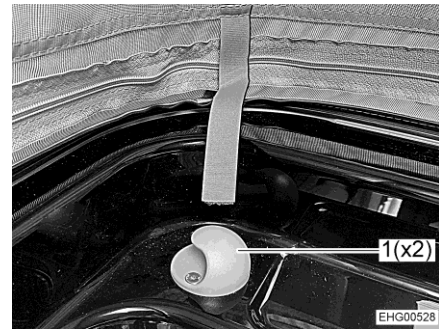

Bild 37 Halter
- Sicherungsnetz an den beiden Haltern (Bild 37,1) einhängen.